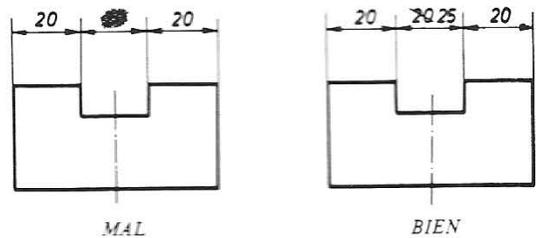

Fig. 53
m) Si es preciso modificar una cota, no se debe tachar ésta de forma que impida su lectura, sino que se cruza con un trazo la cota sustituida y se rotula a su lado la nueva cota. (Fig. 53.)